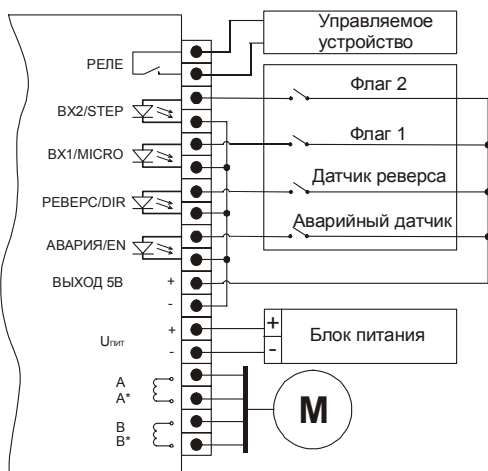

Рис.2 - схема подключения блока в режиме контроллера
1. Выполните соединение блока с ШД, датчиками и источником питания согласно монтажным схемам рис.2 – 4.
Схемы подключения блока в различных режимах работы приведены на Рис. 2 - 4.